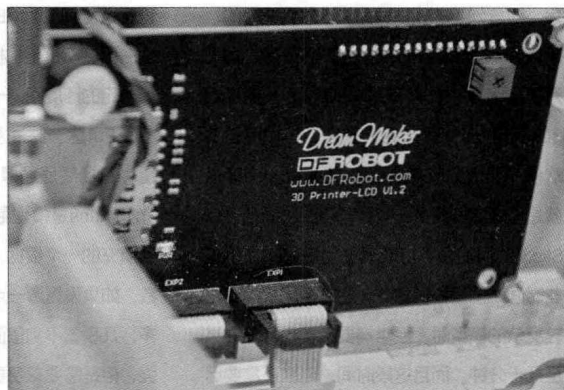

图4 LCD操作面板背部电路
图像导入了，但是有时还会出现多种情况，比如看不到图，或者位置不对等。这时就可以用图4所示的这些功能键。
■ 图4